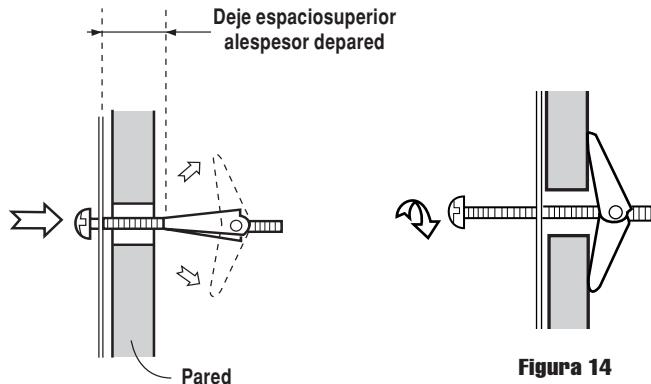

Figura 13
- IMPORTANTE** Utilice tornillos para madera para sujetar la placa de montaje a la columna o columnas. Utilice los Pernos de Anclaje para sujetar la placa de montaje a través de los orificios en A, B, C y D a menos que ESTOS ORIFICIOS ESTÉN UBICADOS SOBRE LA COLUMNA. Inserte un Perno de Anclaje en A, B, C y D donde sea apropiado (éstos corresponden a los orificios de la Plantilla de Pared) y coloque las Tuercas de Anclaje sobre los Pernos de Anclaje. Figura 13. Remítase a las instrucciones en la Plantilla de Pared.